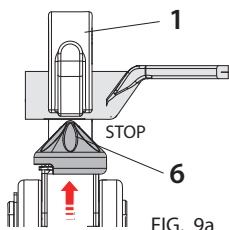

FIG. 9a
- Posicionar el conector contra la matriz superior (1).
- Pulsar 2 veces seguidas el botón de accionamiento (3) (Ref. a Fig 5) para arrancar el motor: el pistón avanza progresivamente hasta llevar el punzón (6) en contacto con el conector y después el motor se para automáticamente (STOP) (Ref. a Fig. 9a).